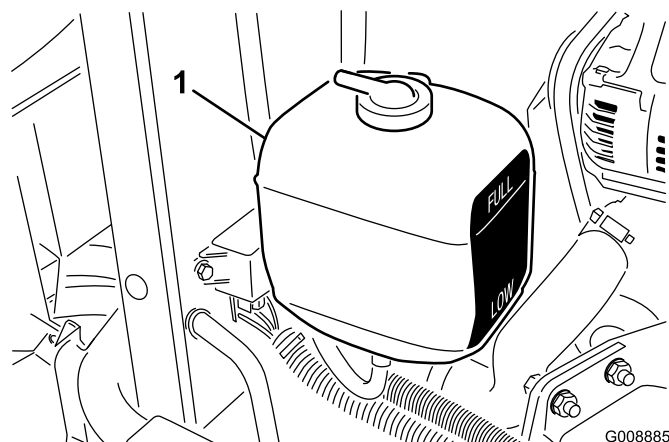

Figura 21
1. Verifique o nível de líquido de arrefecimento do depósito secundário (Figura 21). Num motor arrefecido, o líquido de arrefecimento deve estar entre as marcas existentes no lado do depósito.